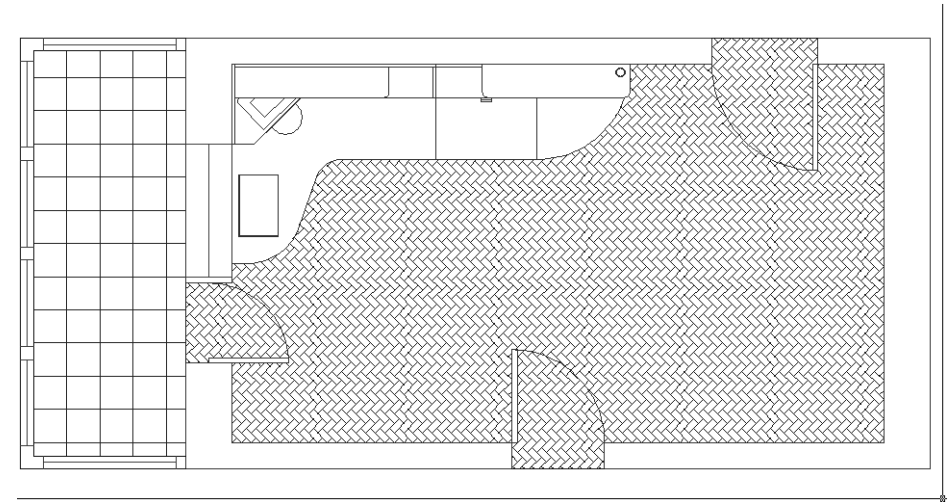

Рис. 9.15 ▼ Вид чертежа после нанесения архитектурной штриховки
- С помощью кнопки **Образец** (Preview) удостоверьтесь в том, что узор применен корректно, а затем нажмите **Enter** и щелкните на кнопке **ОК**. Пол детской будет заштрихован узором, имитирующим уложенный «елочкой» паркет (рис. 9.15).